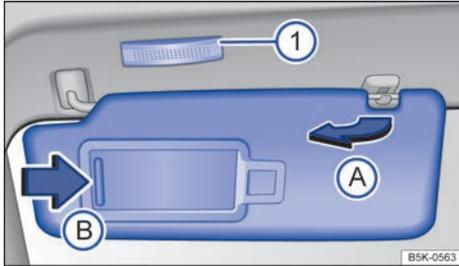

Fig. 101 En el revestimiento interior de la parte delantera del techo: parasol.
- Se pueden extraer del soporte y girar hacia las puertas → **fig. 101 (A)**.